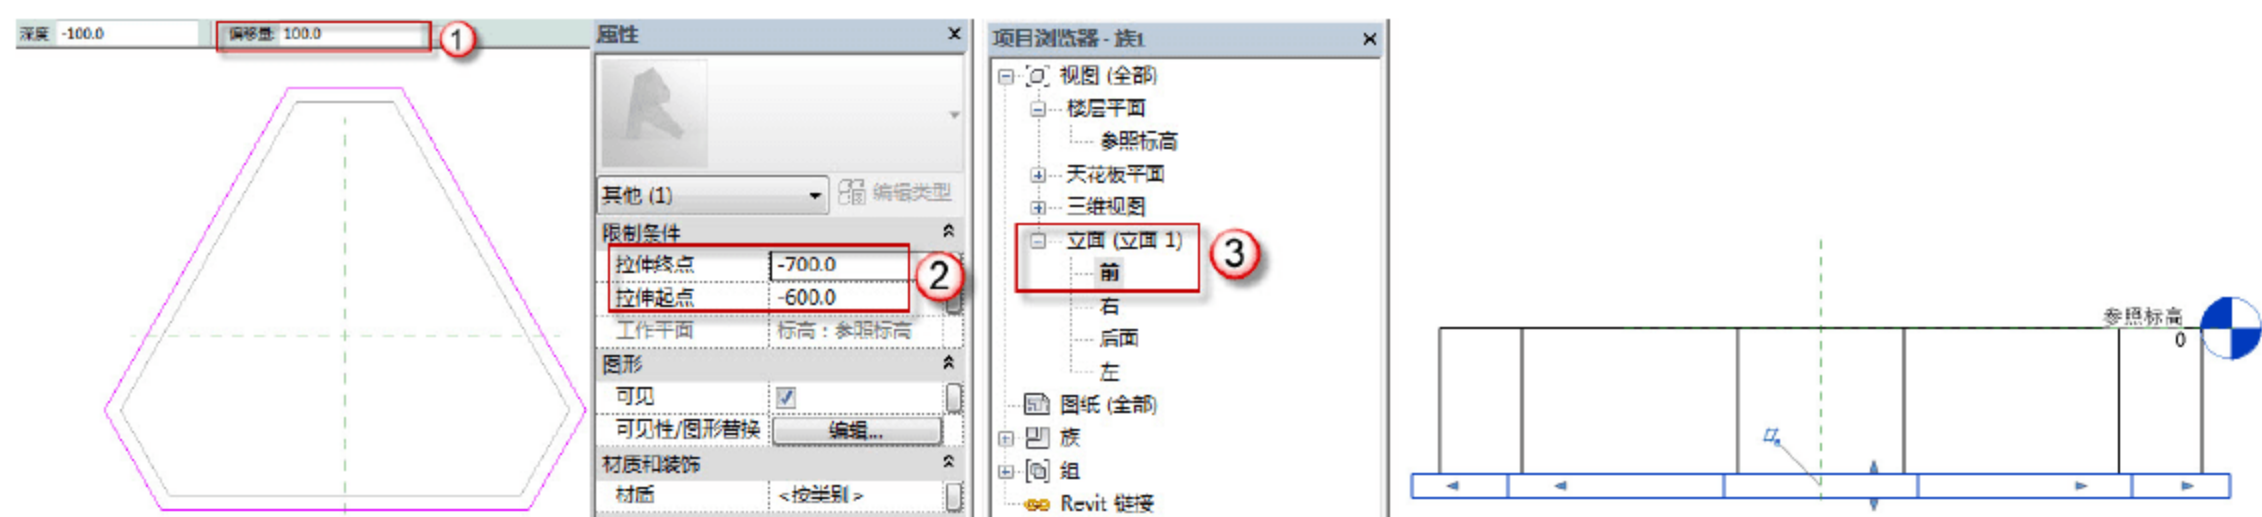

图 2.1.32 设置垫层
(6) 设置垫层。选择“创建”→“拉伸”→“拾取线”命令，在“偏移量”选项栏，输入数值 100（垫层超出承台 100mm），绘制垫层平面。在“属性”面板中，在“拉伸起点”后输入数值-600，在“拉伸终点”后输入数值-700，在“项目浏览器”面板中选择“立面”→“前”命令，查看承台高度，如图 2.1.32 所示。